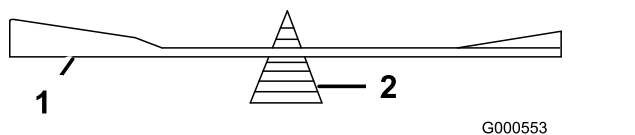

Figura 108
2. Controllate l'equilibrio della lama posizionandola su un bilanciatore (Figura 108).